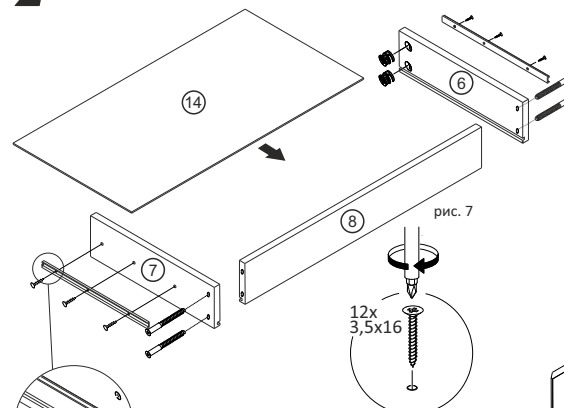

рис. 6
2. Согласно схеме (рис.7) соединить боковые стенки ящика (дет. 6 и 7) и заднюю стенку (дет. 1) между собой с помощью евровинтов 7X50 (№ 1). Дно ящика (дет. 14) установит в паз до упора. Выдвижные планки направляющих (№ 8) установить изогнутой частью к основанию боковых стенок со стороны, где будет устанавливаться фасад (рис. 6 и 7), закрепить с помощью саморезов 3,5x16 (№ 5).